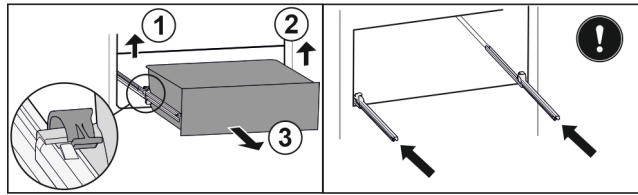

Fig. 119
- Linker klem optillen en gelijktijdig lade links naar voren trekken. Fig. 119 (1)
- Rechter klem optillen en gelijktijdig lade rechts naar voren trekken. Fig. 119 (2)
- Lade naar voren toe verwijderen. Fig. 119 (3)